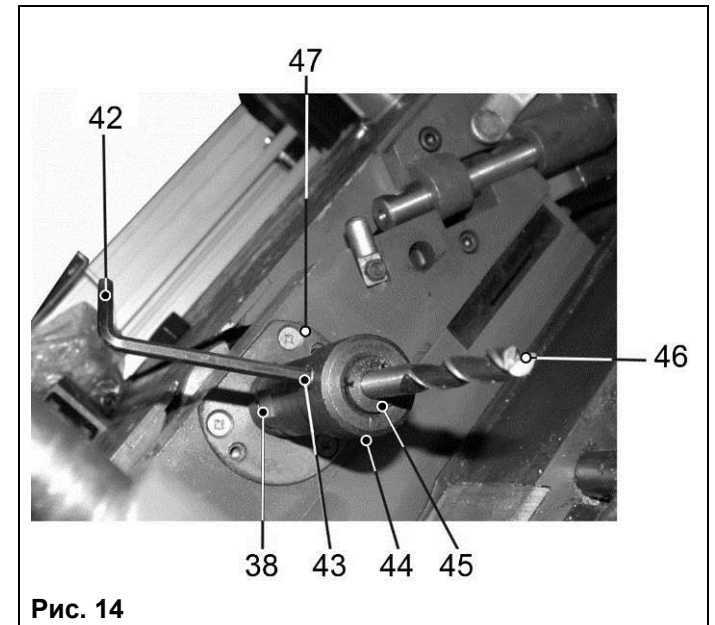

Рис. 14
8.3.4. При выполнении фрезерных операций с применением пальчиковых фрез (46) необходимо на шпиндель (38) установить и закрепить специальный фрезерный патрон (44), Рис. 14.
8.3.5. В специальный фрезерный патрон (44) вставьте необходимую разрезную вставку (45) сквозной прорезью перпендикулярно болту фиксации (43), установите пальчиковую фрезу (46) и, используя шестигранный ключ (42), закрепите пальчиковую фрезу болтом фиксации (43), Рис. 14.
8.3.6. Установите и на крышке (47) закрепите защитный колпак (48), Рис. 14, 15.